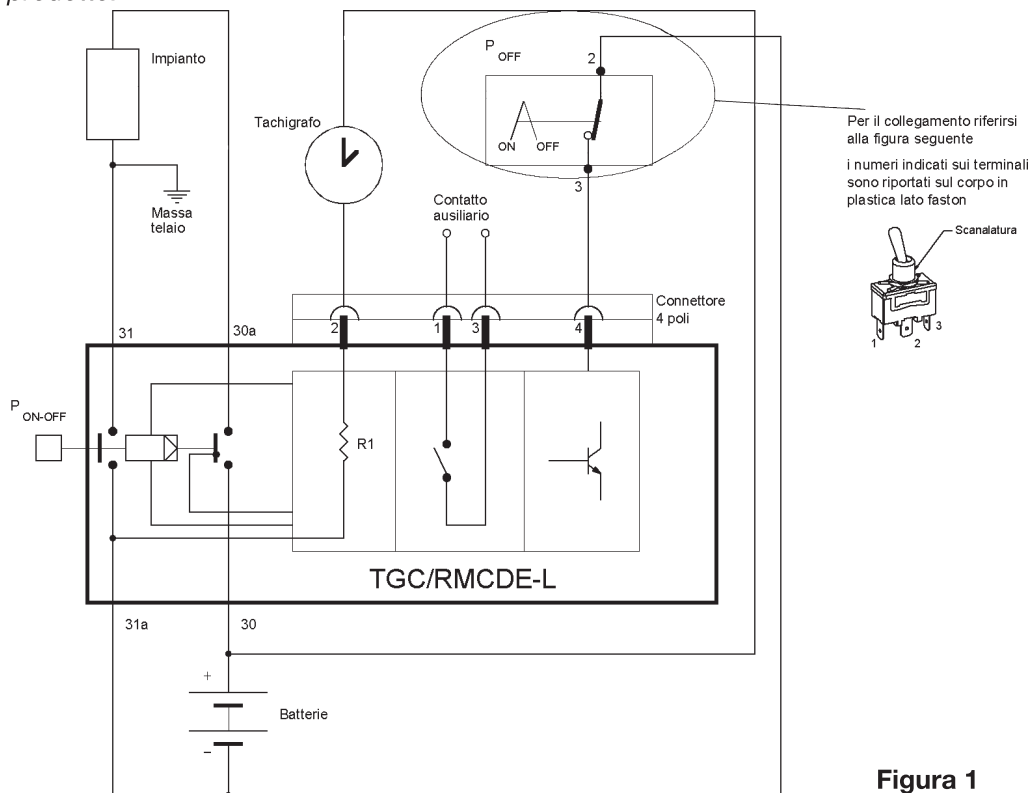

Figura 1
- Schema di collegamento come in figura 1.